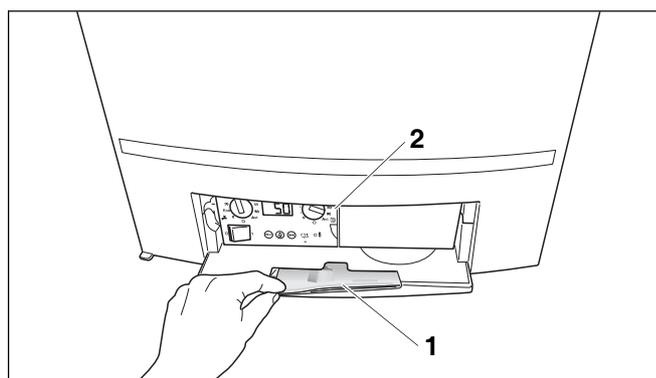

Fig. 38 BC10 e Istruzioni d'uso
Il regolatore di base BC10 si trova dietro lo sportello sul lato sinistro (fig. 38, **pos. 2**).
Sul retro dello sportello c'è un vano contenente le istruzioni per l'uso della caldaia (fig. 38, **pos. 1**).